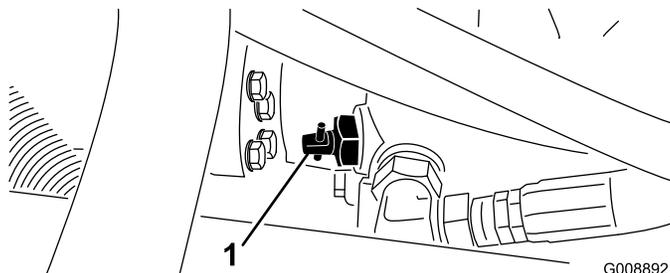

Figura 45
1. Localice la válvula de desvío en la bomba (Figura 45) y gírela 90°.